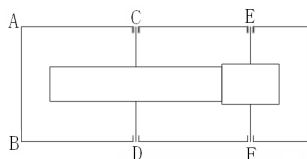

图 3-138 选择对象
(7) 单击“默认”选项卡“修改”面板中的“镜像”按钮，将图 3-138 中的虚线部分以 AE 为对称线镜像处理。